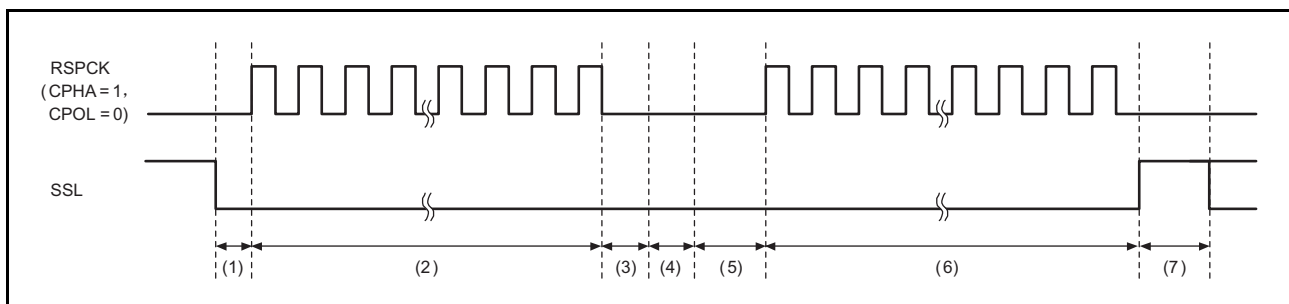

图 33.27 使用 SSLKP 位的突发传送运行例子
通过设定 SPCMD0 寄存器和 SPCMD1 寄存器来实现突发传送时的 SSL 信号运行例子如图 33.27 所示。以下说明图 33.27 中记载的 (1) ~ (7) 的 RSPI 运行内容。SSL 输出信号的极性取决于 RSPI 从属选择极性寄存器 (SSLP) 的设定值。
- (1) 根据 SPCMD0 寄存器，使 SSL 信号有效并插入 RSPCK 延迟。
- (2) 根据 SPCMD0 寄存器进行串行传送。
- (3) 插入 SSL 无效延迟。
- (4) 因为 SPCMD0.SSLKP 位为“1”，所以保持 SPCMD0 寄存器中的 SSL 信号值。在此期间，保持的时间最短也要和下次存取 SPCMD0 寄存器的延迟相同。如果在经过最短期间后移位寄存器变空，就在将下次要传送的发送数据保存到移位寄存器前继续此期间。
- (5) 根据 SPCMD1 寄存器，使 SSLn 信号有效并且插入 RSPCK 延迟。
- (6) 根据 SPCMD1 寄存器进行串行传送。
- (7) 因为 SPCMD1.SSLKP 位为“0”，所以 SSL 信号无效。根据 SPCMD1 寄存器插入下次的存取延迟。
在 SSLKP 位为“1”的 SPCMD 寄存器所设 SSL_n 信号输出和下次传送使用的 SPCMD 寄存器所设 SSL 信号输出不同的情况下，RSPI 在下次传送命令所对应的 SSL 信号有效时（图 33.27 的 (5)）转换 SSL 信号状态。必须注意：如果转换 SSL 信号，就可能因驱动 MISO 的从属设备发生竞争而引起信号电平的冲突。